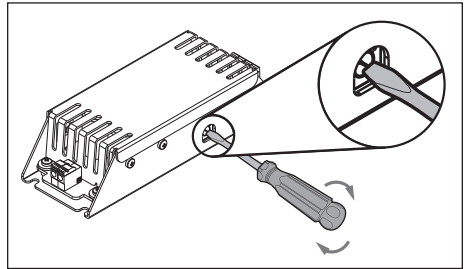

Figure 1. Tourner le cadran avec un tournevis
- Jandy® : Série J (1)
- Hayward® Industries : Série H (2)
- Pentair® Water Pool and Spa, Inc. : Série P (3)
- À l'aide d'un tournevis à tête plate, tournez le cadran sur le côté de l'adaptateur DEL Smart Sync jusqu'au numéro correspondant à la série que vous souhaitez sélectionner (voir l'autocollant sur l'adaptateur DEL). Voir la *Figure 1*.